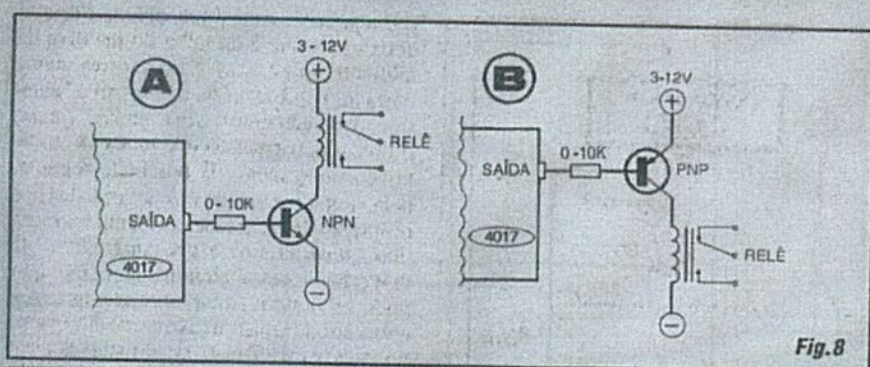

Fig. 8
- **FIG. 8-A - MANEJANDO CARGAS AINDA MAIS "BRAVAS" (COM TRANSISTOR NPN E RELÊ)** - Se, além do imediato "reforço" de Corrente proporcionado por um transistor, estabelecermos como carga de *coletor* deste um relê, poderemos então controlar cargas *realmente bravas* (através dos contatos de utilização do dito relê...). Novamente observar que a alimentação C.C. do conjunto transistor/relê *pode*, perfeitamente, ser em Tensão *diferente* daquela destinada à energização do Integrado (sempre mantendo a linha de "terra" *comum* aos dois blocos circuitais...). Notar que, como os contatos de utilização do relê são completamente *independentes*, em termos elétricos, nada impede que eles chaveiem cargas sob *elevada* Corrente e/ou Tensão (mesmo sob centenas de Volts ou milhares de Watts...),
- **FIG. 8-B - TRANSISTOR PNP COM RELÊ...** - Tudo igual (salvo as polaridades invertidas...) ao diagrama/estrutura anterior, porém agora com transistor PNP, como que a ativação do *boost* se dá com a respectiva Saída do 4017 em estado "baixo"... Tanto em 8-A quanto em 8-B, notar que embora os exemplos (por questões de pura simplificação do desenho e facilitação do entendimento...) mostrem *apenas* uma Saída do 4017 sendo utilizada, é claro que *até* todas as suas 10 Saídas operacionais sequenciadas podem comportar módulos de *boost*... Isto, aliás, vale para *todos* os exemplos/aplicativos da presente "Lição"...